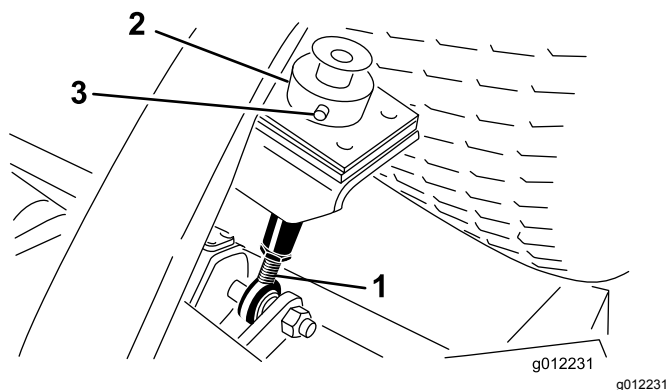

Bild 9
5. Nehmen Sie den Lastösenbolzen und den Splint ab, mit denen der Schnitthöhenstellring hinten am Mähwerk an der Schnitthöhenstange befestigt ist (Bild 9).